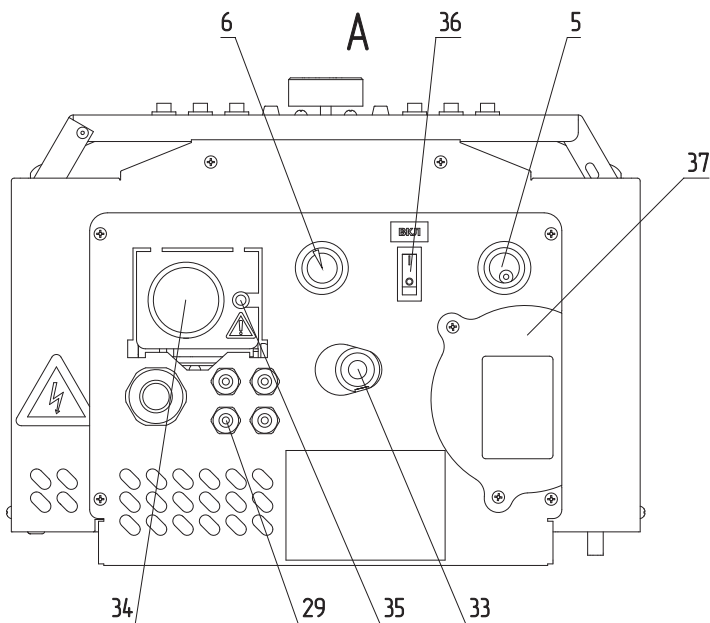

Рис. 4 Устройство электрического котла ZOTA JAZZ
- Патрубок подачи котла обозначен красной стрелкой (**Рис. 4, поз. 5**), патрубок обратки обозначен синей стрелкой (**Рис. 4, поз. 6**);
- Подключите патрубок сброса теплоносителя с предохранительного клапана (**Рис. 4, поз. 33**) к выводу канализации.